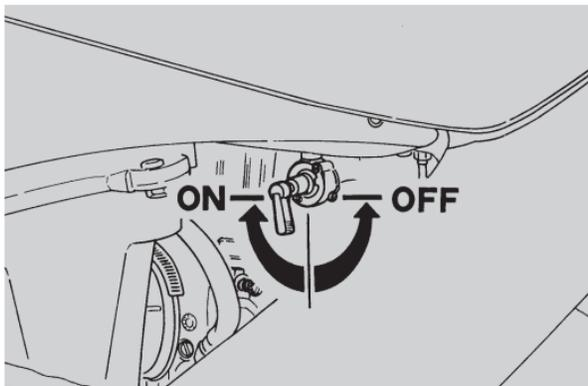

Fig. 22
- girare in posizione "ON" il rubinetto del carburante (Fig. 22);
- agire sul pulsante di avviamento "START" (2-Fig. 22), con la manopola di comando gas rilasciata.